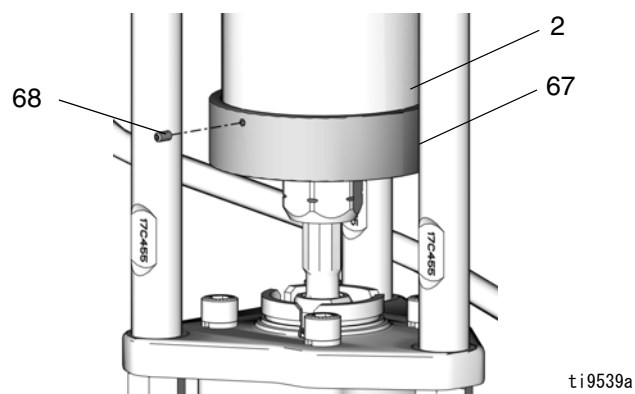

図 10. コレクタの取り付け
7. 図 10 を参照してください。コレクタ（67）を上を押し、スライダーシリンダ（2）の下部分に動かして、しっかりと置きます。3 つの止めネジ（68）を指で締めて取り付けます。